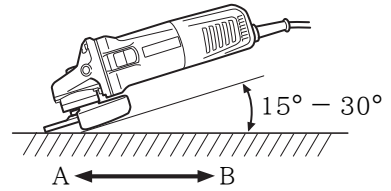

图 4
如图 4 所示，机器应保持 $15^\circ - 30^\circ$ ，使砂轮的外缘以最佳角度与工件相接触。
4. 用新砂轮首次进行研磨时，应将角向磨光机由对面横过工件往操作人员这边拉，以免挖入工件（图 4 的 B 方向）。等砂轮的前缘适当磨损后，就可往任何方向进行研磨。